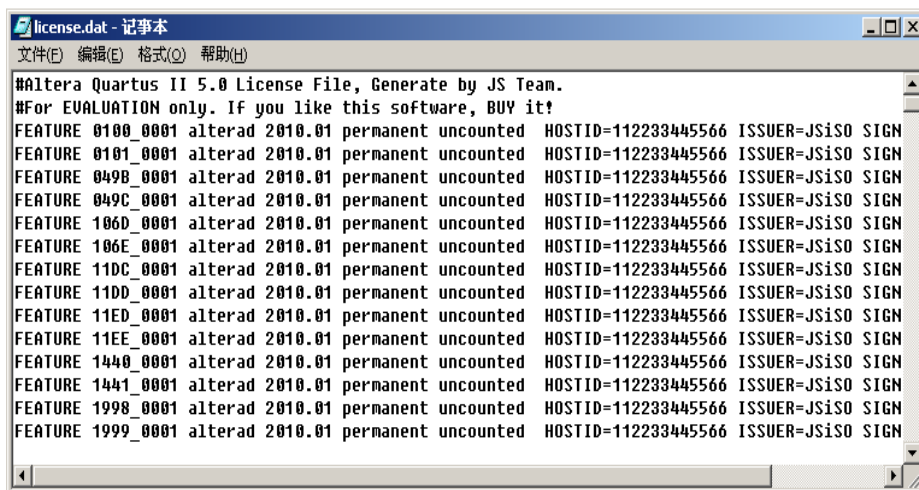

图 3-18 License 文件
- A、找到安装光盘中的 License.dat 文件，用记事本等编辑软件打开，下面以用记事本打开为例，会出现如下图 3-18 所示界面。